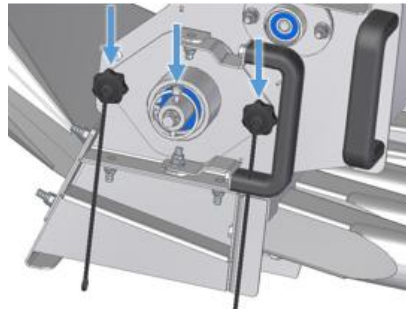

Abbildung 22
- Der Lagerflansch wird mit den Sterngriffmuttern fixiert und der Splint durch den Lagerflansch und Säwelle gesteckt um eine optimale Lagerung zu erzielen (siehe Abbildung 22).